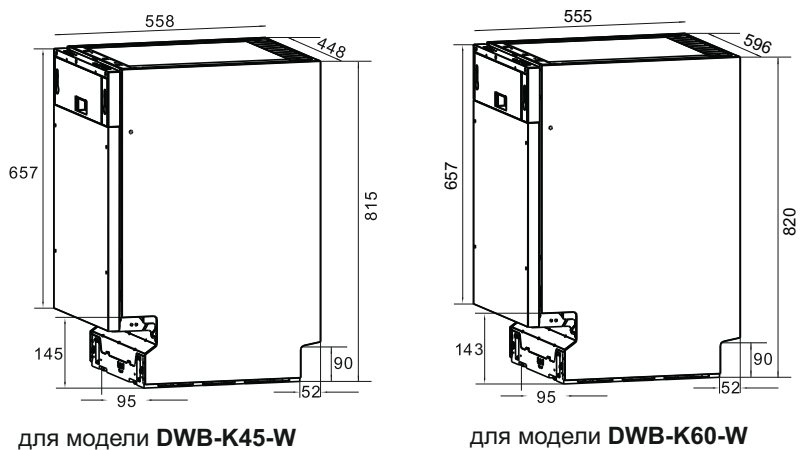

Рисунок 5 - Размеры ПМ (в мм)
- Размеры ПМ показаны на рисунок 5.